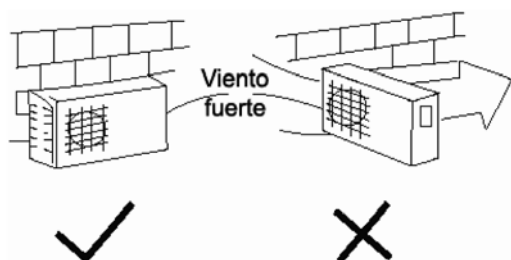

Figura 16
- Si el viento es extraordinariamente fuerte, impida que circule hacia la parte trasera de la unidad (Figura 16)